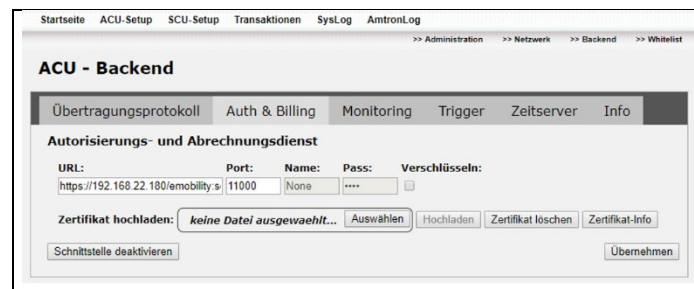

Abb. 6: Autorisierungsschnittstelle (Auth & Billing) deaktivieren
2. Deaktivieren Sie die Schnittstelle zur Autorisierung ggf. über die Schaltfläche „Schnittstelle deaktivieren“ (siehe Abb. 6).